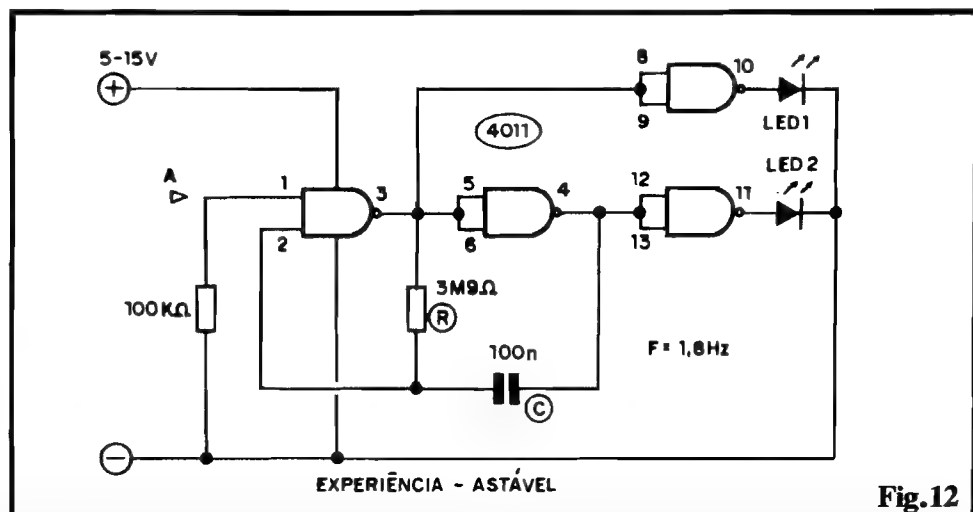

Fig. 12
- **FIG. 12 - (EXPERIÊNCIA) - ASTÁVEL** - Monte o circuito, no **proto-board**, de acordo com o esquema, ligue a alimentação e verifique o funcionamento, que mostrará ambos os LEDs piscando alternadamente, numa Frequência de aproximadamente 1,8Hz (quase duas alternâncias por segundo...). Se quiser, experimente mudar os valores de R e/ou de C, observando o **quê** tais alterações "fazem" com a Frequência de alternância na iluminação dos LEDs... Procure, também, descobrir "o **quê**" os **gates** delimitados pelos pinos 8-9-10 e 11-12-13 estão "fazendo" no circuito (já que no diagrama básico do **ASTÁVEL** - fig. 4), tais **gates** não estão presentes...).